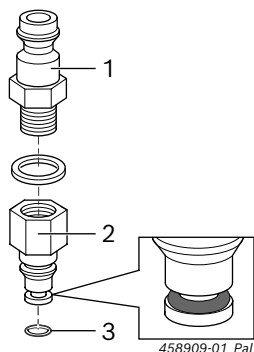

Fig. 2: Montaggio dell'adattatore di ritorno 1 687 016 138
1. Avvitare il nipplo frizione (Fig. 2, pos. 1) con la guarnizione anulare piatta (A10 x 13,5) nell'adattatore (Fig. 2, pos. 2) e stringere.
2. Spingere l'O-ring (Fig. 2, pos. 3) nella scanalatura.